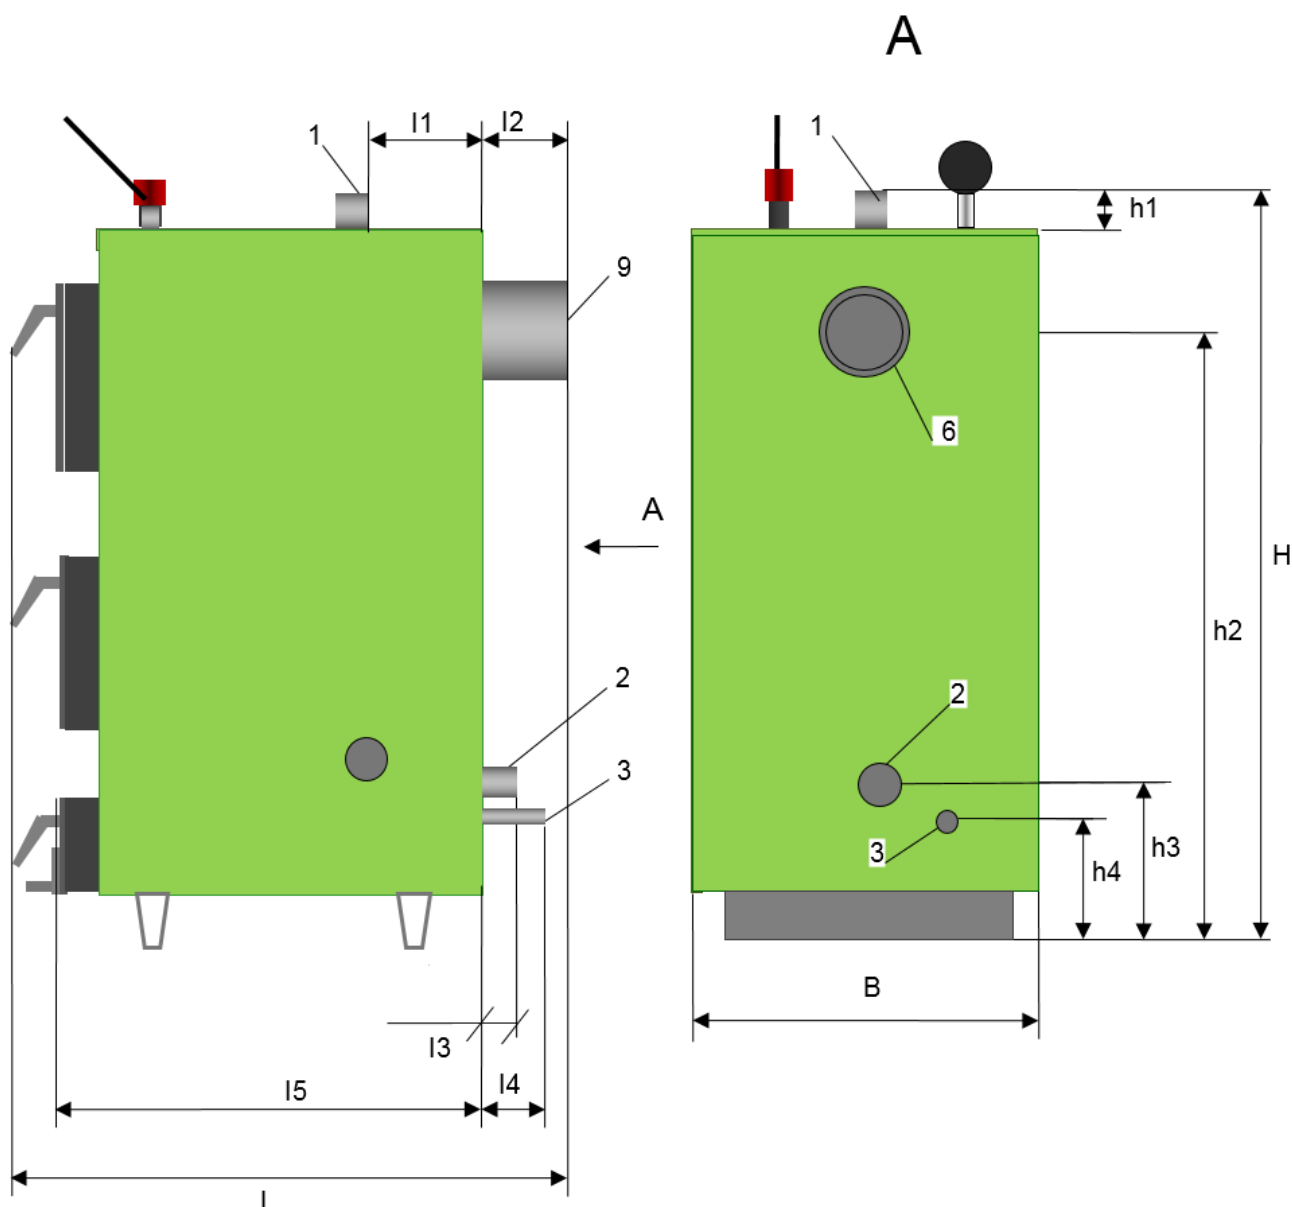

Рисунок 1 - Габаритные и присоединительные размеры Котлов моделей К 12+52 базовой комплектации.
| Габаритные и присоединительные размеры Котла (см. рис.1), мм: | | | | | |
Котел (рис.1, 2) представляет собой стальной сварной каркас, обшитый снаружи съемной декоративной теплоизолированной облицовкой. Каркас совместно с облицовкой образуют корпус. Корпус устанавливается на собственных опорах (12).